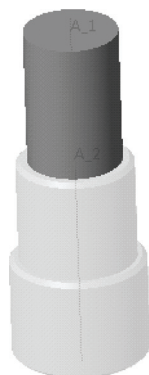

图 11-44 创建拉伸特征
STEP 10 单击“完成”按钮, 完成拉伸特征的创建，效果如图 11-44 所示。